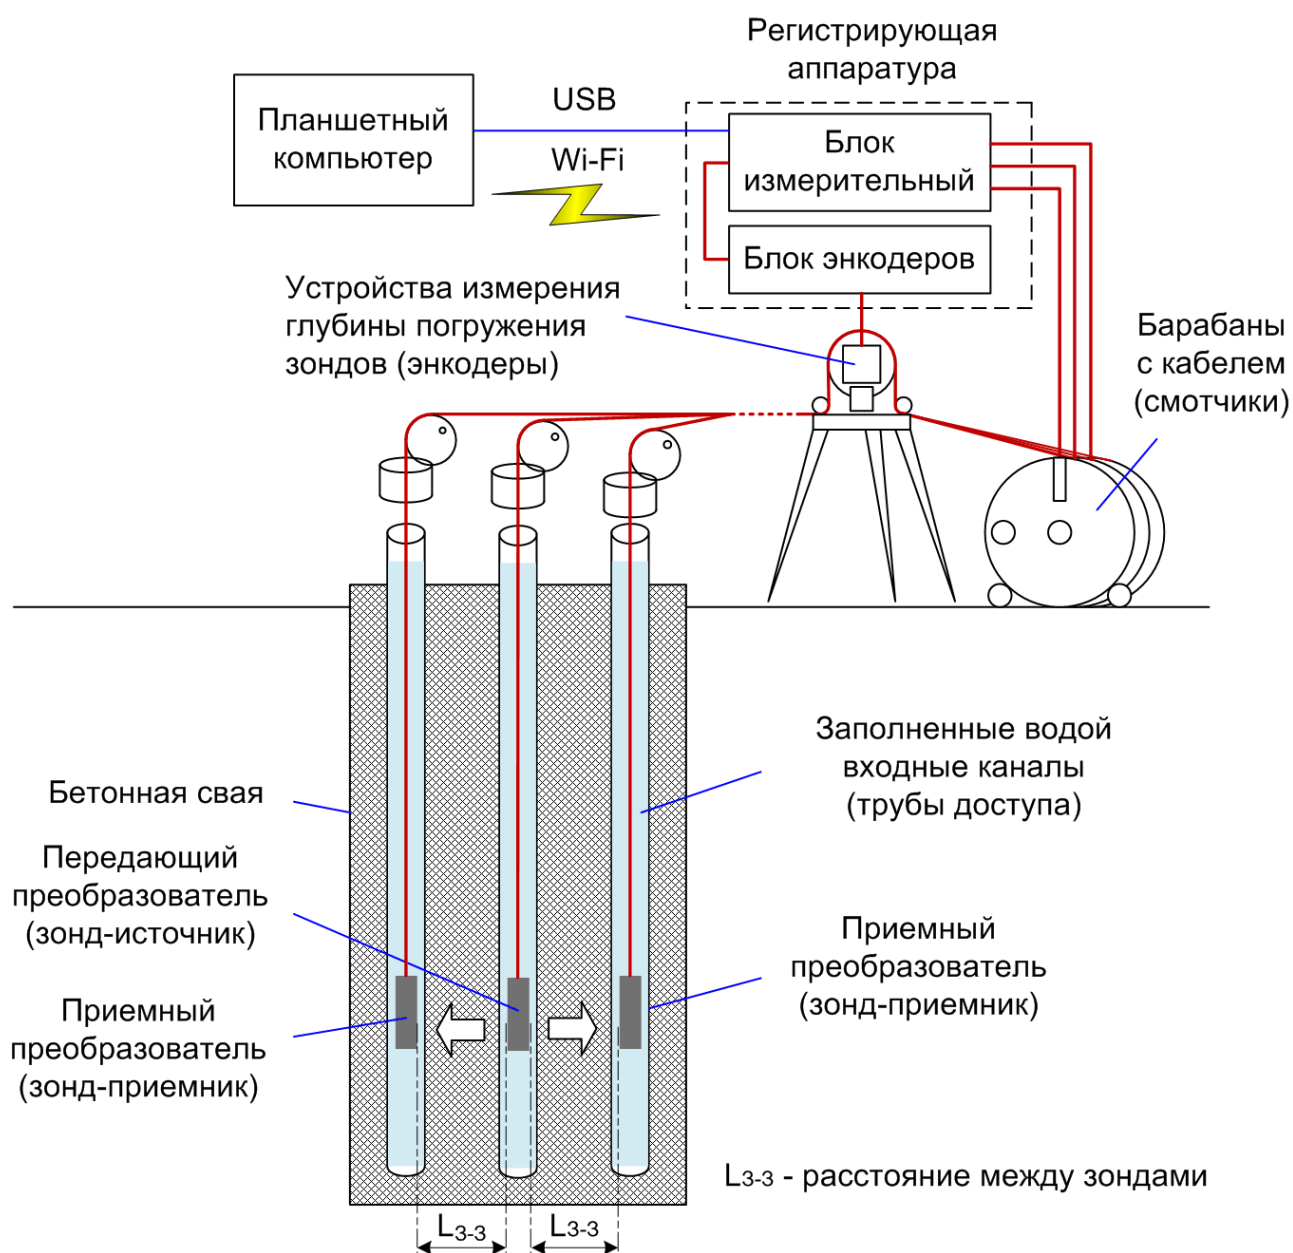

Рисунок 1 – Схема подключения элементов установки
4.1.2 Для проведения контроля сплошности бетона межскважинным ультразвуковым методом, в тело конструкции в составе арматурного каркаса заблаговременно установлены трубы доступа (рис. 1).